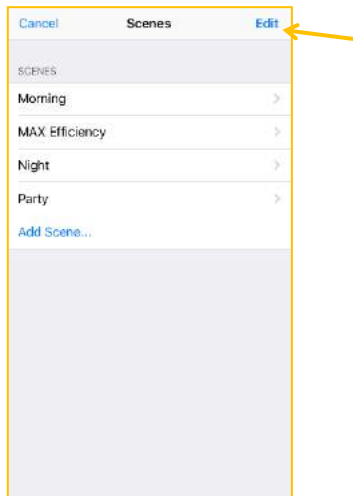

Abbildung 47
- ✓ Auf **Edit** tippen (Abb. 47)